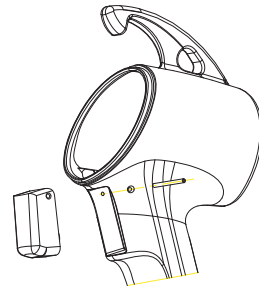

Figure 1
- A l'aide d'un chasse goupille D: 1,5 mm, sortir la goupille de fixation de la gâchette dans la crosse (voir figure 1)
- **Etape 7:** Fixer le fil vert/ jaune (Rep.4 figure 1) sur l'embase de la crosse.
- **Etape 8:** Remonter l'embase (Rep.3 figure 1), resserrer le presse étoupe avec un couple de serrage de 3,5N.m, le serre câble doit être préalablement désolidarisé du presse étoupe. Puis visser le serre câble sur le presse étoupe.